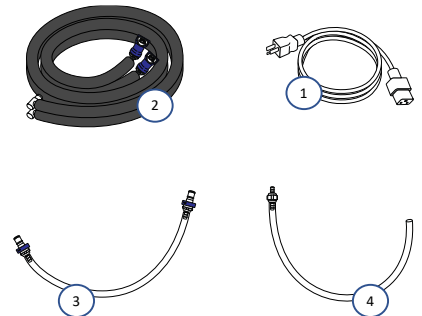

Figura 2. Kit di collegamento Delta
2. **Kit di collegamento (Figura 2)**